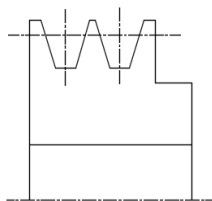
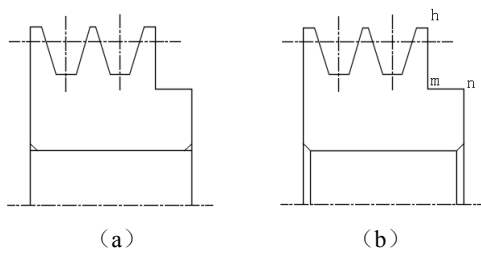

图 3-103 修剪结果
图 3-104 绘制倒角
⑥ 单击“默认”选项卡“修改”面板中的“修剪”按钮和“删除”按钮, 修剪并删除多余的直线, 效果如图 3-103 所示。
(6) 绘制轮孔
① 单击“默认”选项卡“修改”面板中的“倒角”按钮, 设置倒角距离为 2, 对带轮图形进行倒角, 效果如图 3-104 (a) 所示。
② 单击“默认”选项卡“绘图”面板中的“直线”按钮和“修改”面板中的“修剪”按钮, 绘制倒角线, 并进一步修剪完善图形, 效果如图 3-104 (b) 所示。
③ 单击“默认”选项卡“修改”面板中的“圆角”按钮, 命令行提示与操作如下:
选择第一个对象或 [放弃(U)/多段线(P)/半径(R)/修剪(T)/多个(M)]: (选择图 3-104 (b) 中的直线 mn)
选择第二个对象, 或按住 Shift 键选择对象以应用角点或 [半径(R)]: (选择图 3-104 (b) 中的直线 hm)